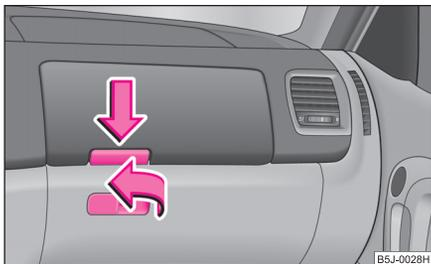

Fig. 79 Cuadro de interruptores: Compartimentos guardaobjetos en el lado del acompañante
- Tirar o presionar del asidero de la tapa en sentido de la flecha ⇒ fig. 79 y abrir la tapa.